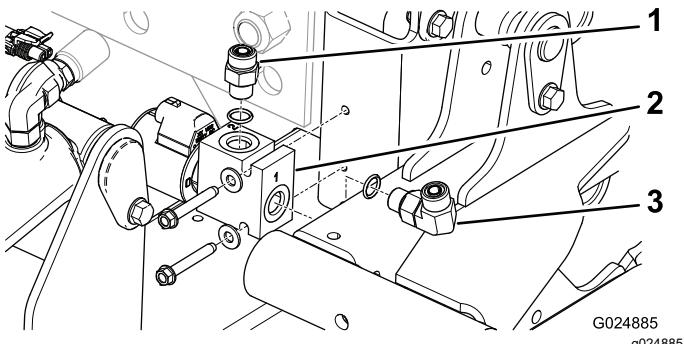

Bild 2
3. Befestigen Sie den rechten Mähwerksperrenverteiler mit zwei Blechschräuben (1/4" x 1 3/4") am Rahmenrohr. Positionieren Sie den Verteiler, wie in **Bild 2** abgebildet.
4. Befestigen Sie das gerade Hydraulikanschluss stück oben im Verteiler (**Bild 2**).
5. Befestigen Sie das 90-Grad-Hydraulikan schlussstück im Ende des Verteilers (**Bild 2**).